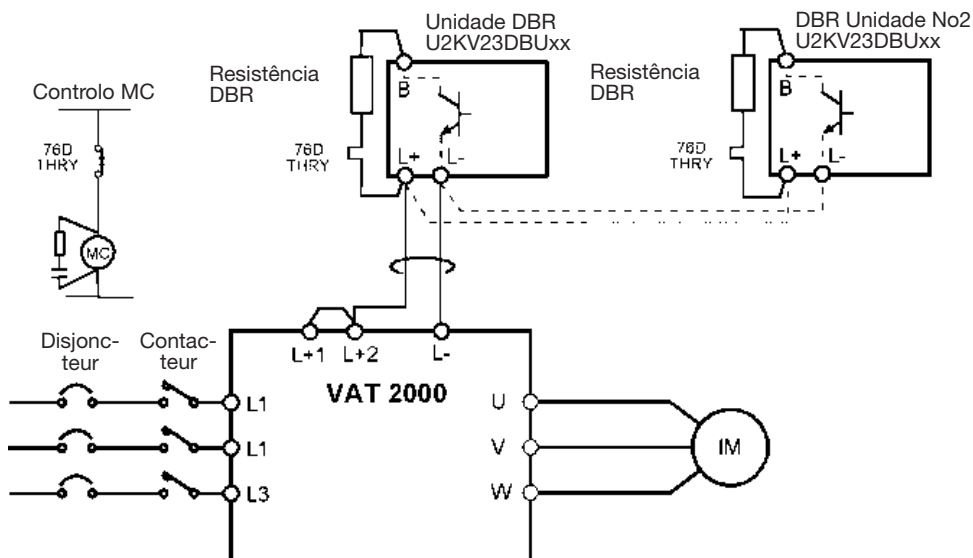

Fig. 7-4 Ligação da unidade de frenagem dinâmica DBR
Ligar a unidade de frenagem dinâmica (DB) como se mostra na Fig. 7-4. Em alguns casos é necessário ligar mais uma unidade em paralelo, ver a tabela 7-2.